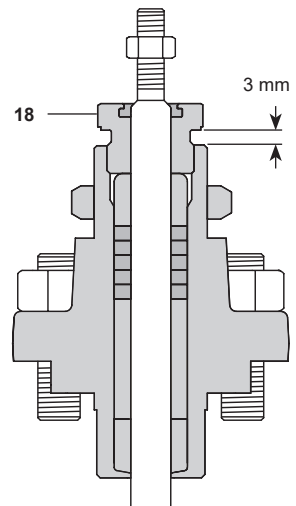

Fig. 18
- Levante la jaula de retención del asiento (5) y a continuación el asiento (6). No dañe el asiento durante el desmontaje.
- Retire la junta del asiento (7) y deséchela con cuidado.
- Examine el conjunto de asiento y tapón/vástago en busca de daños o deterioro y renuévelo si es necesario. Para la opción Asiento C, invierta el asiento. Para la opción extendida DN15-100 el conjunto tapón/vástago debe atornillarse y ajustarse según la dimensión Fig. 18.